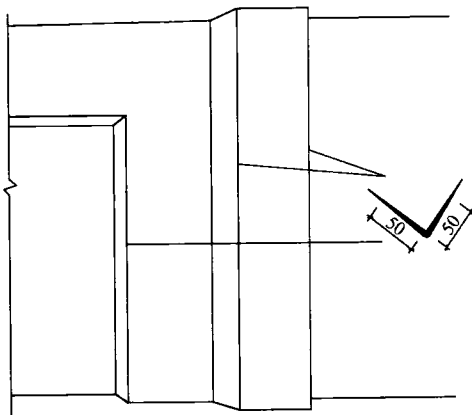
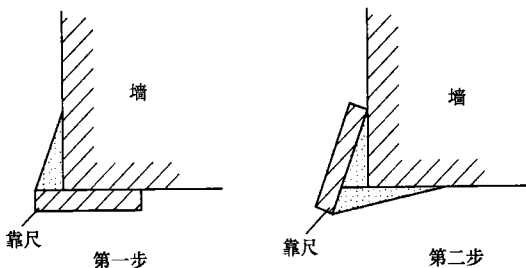

图 1-18 护角抹灰宽度
图 1-19 水泥护角做法示意
(4) 做护角 室内墙面、柱面的阳角和门窗洞口的阳角抹灰要求线条清晰、挺直，并防止碰坏。因此，无论设计有无规定，都需要做护角。护角做好后，也起到标筋作用。应用 1:2 水泥砂浆做护角，其高度不应低于 2m，每侧抹灰宽度不应小于 50mm，如图 1-18 所示。水泥护角做法示意如图 1-19 所示。